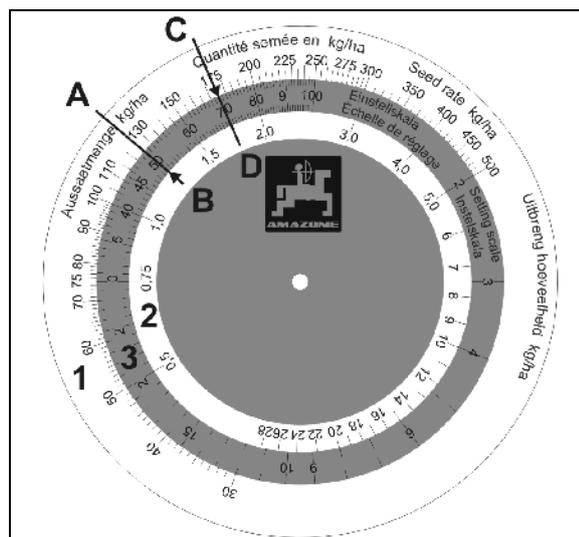

Fig. 101
La disquette de calcul comporte trois échelles graduées : une échelle extérieure blanche (Fig. 101/1) pour tous les débits supérieurs à 30 kg/ha, une échelle intérieure blanche (Fig. 101/2) pour tous les débits inférieurs à 30 kg/ha et une échelle centrale de couleur (Fig. 101/3) pour les positions du boîtier de 1 à 100.
2. Visualisez le débit de **125 kg/ha** (Fig. 101/A) et la position de boîtier **50** (Fig. 101/B) sur la disquette de calcul.
3. Toujours sur la disquette de calcul, déterminez la position de boîtier correspondant au débit souhaité de **175 kg/ha** (Fig. 101/C). Dans le cas présent, il s'agit de la position **70** (Fig. 101/D).